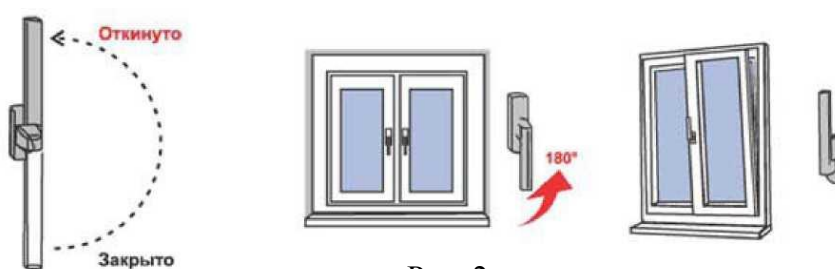

Рис. 2
3) Для перевода створки из закрытого положение в откидное (поворот створки относительно нижней горизонтальной оси, положение «Откинута» на Рис.2) ручку поворачивают вертикально на 180 градусов вверх, затем, потянув за ручку, поворачивают створку относительно нижней горизонтальной оси на заданный изготовителем угол (не более 10 градусов) (откидной режим)
4) Для запираения створки из открытого или откидного положения ее сначала закрывают и, придерживая створку рукой, поворачивают ручку вертикально вниз (положение «Закрыто» на Рис. 2).